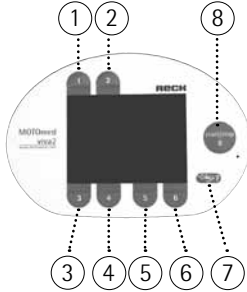

Fig. 18
manuelle justeringshjulet ⑦ (Fig. 34) kan du stille inn knebøyningen for beina nøyaktig. Ved bruk av den elektriske knebøyningsinnstillingen (o. fig.) må MOTOmed først startes med tasten ③ eller ⑥ (Fig. 18) og deretter stoppes gjennom trykk på tasten ⑧.